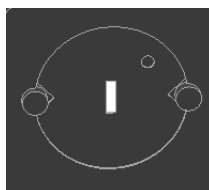

图 4.1-3
3.打开电源，移动波长到 580nm，拔下单色器上的黑圆盖检查光斑是否对准狭缝（图 4.1-3）。